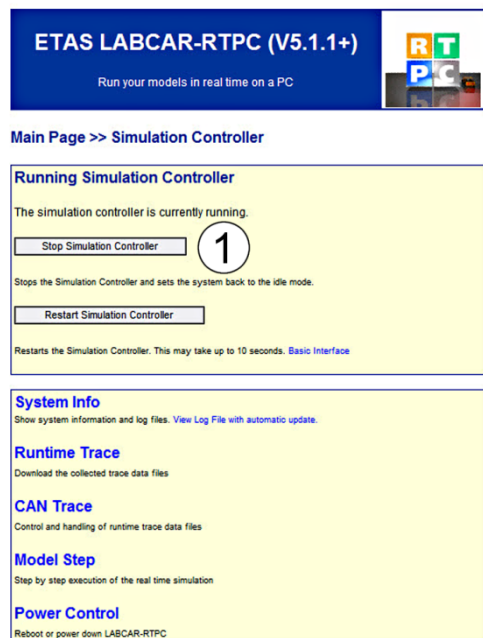

図 4-1 シミュレーションコントローラを停止する（画面例）
- シミュレーションコントローラを停止します（図 4-1 ①）。詳しい操作方法は、RTPC のヘルプファイルを参照してください。